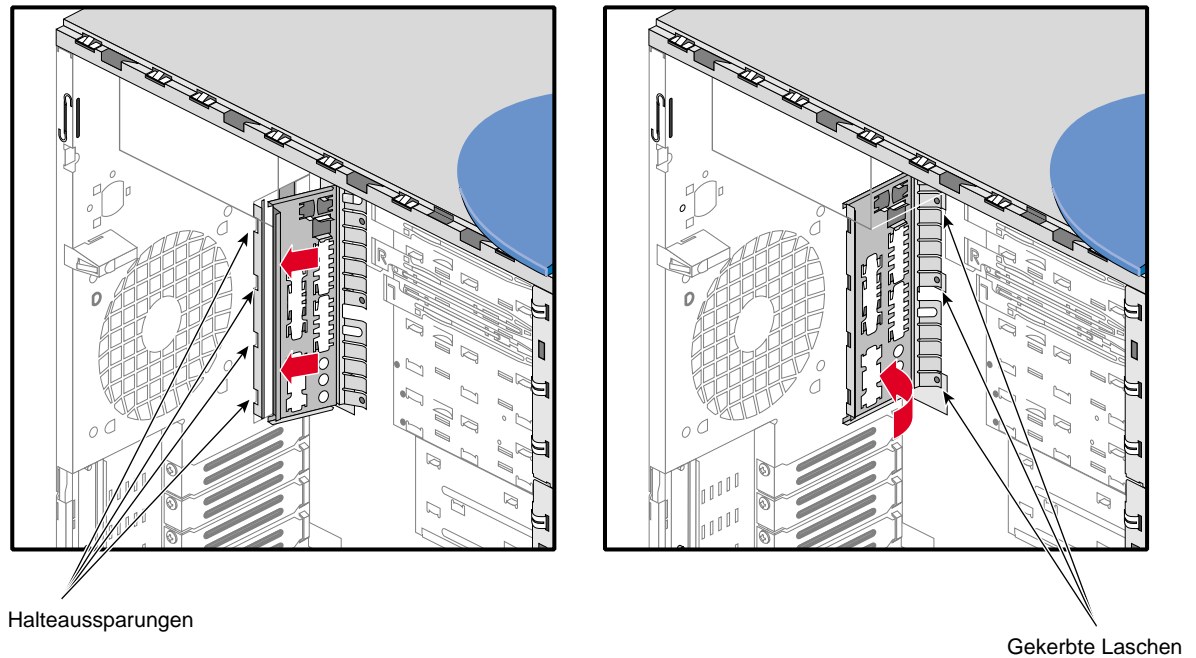

Abbildung 2-26 Installieren der E/A-Anschlussfeldblende
2. An der Unterseite der E/A-Anschlussfeldblende befinden sich drei gekerbte Laschen (siehe Abbildung 2-26).
1. An der E/A-Anschlussfeldöffnung des Systems befinden sich vier Halteaussparungen. Die Lage der Halteaussparungen geht aus Abbildung 2-26 hervor.
2. Setzen Sie die vier Vorsprünge an der E/A-Anschlussfeldblende in die entsprechenden Halteaussparungen an der E/A-Anschlussfeldöffnung ein. Abbildung 2-26 veranschaulicht das Vorgehen.